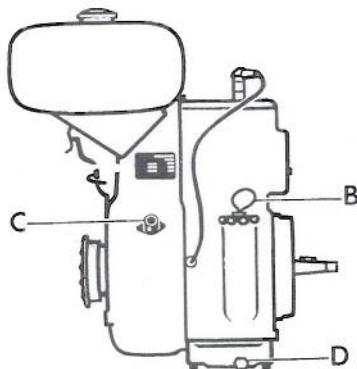

Bild 1
Handelsübliches Bleibenzin durch einen Siebtrichter in den Kraftstofftank füllen. Mit Hilfe des Oelmessstabes (B, Bild 1) den Oelstand messen. Der Oelstand soll nicht unter dem unteren und nicht über dem oberen Strich am Oelmessstab sein. Luftfilter prüfen; falls nötig, reinigen. Falls der Motor mit einem Oelbadluftfilter ausgerüstet ist, frisches Oel bis zum vorgeschriebenen Oelstand auffüllen.
- a. bei Betrieb mit Benzin: Motor auf "Leerlauf" stellen und Abstellknopf drücken (C, Bild 1). Kraftstoffhahn schliessen.
- b. bei Betrieb mit Petroleum: Kraftstoffhahn auf "Benzin" stellen und Motor während 2-3 Minuten laufen lassen. Dann Motor auf "Leerlauf" stellen und Abstellknopf drücken (C, Bild 1). Kraftstoffhahn schliessen.